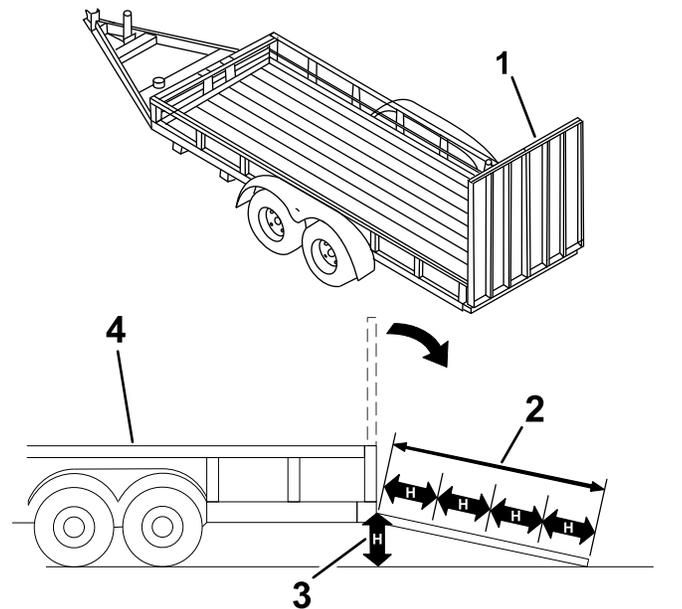

Figura 24
**Quando si carica la macchina su un trailer o un autocarro si aumenta il rischio di ribaltamento, che può causare gravi ferite ed anche la morte (Figura 24).**
3. Abbassate la rampa (Figura 24).